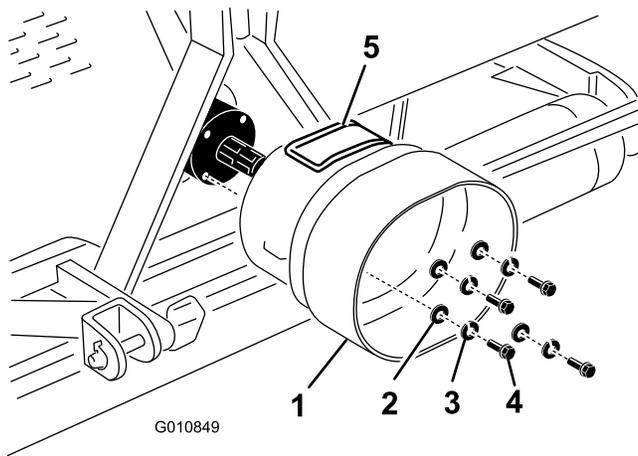

図 16
1. エアレータのギア・ボックス後部についているボルト、ロック・ワッシャ、平ワッシャ（各 4 個）を外す（図 16）。
2. いま取り外したボルト類を使用して、PTO シールドをエアレータのギア・ボックスに取り付ける (図 16)。PTO シールドを取り付ける際に、アクセス・パネル (図 16) が上または側面にくるようにする；上になるか側面になるかは、エアレータのフレームの構成による。
**注** アクセス・パネル (図 16) は、PTO シャフトの取り付けボルト類へのアクセスを容易にするためのパネルです。